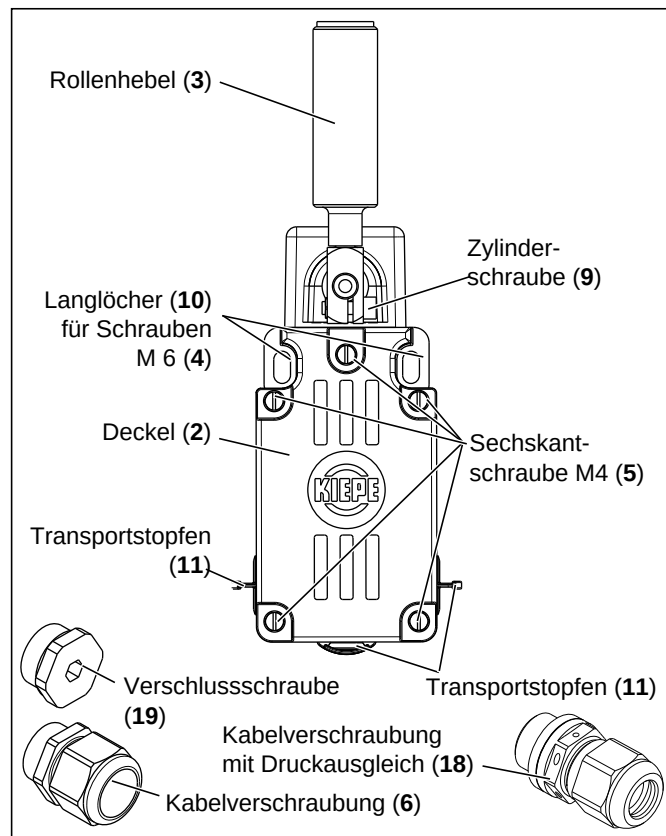

Abb. 5-4: Schiefauflschalter am Förderband montieren
2. Drehen Sie die Kabelverschraubung (6) in eines der Gewinde des Schiefelaufschalters ein (s. Abb. 5-4).
3. Verschließen Sie die anderen beiden Öffnungen mit den Verschlusschrauben (19).
4. Öffnen Sie den Deckel (2) des Schiefelaufschalters, indem Sie die fünf Sechskantschrauben M4 (5) lösen.